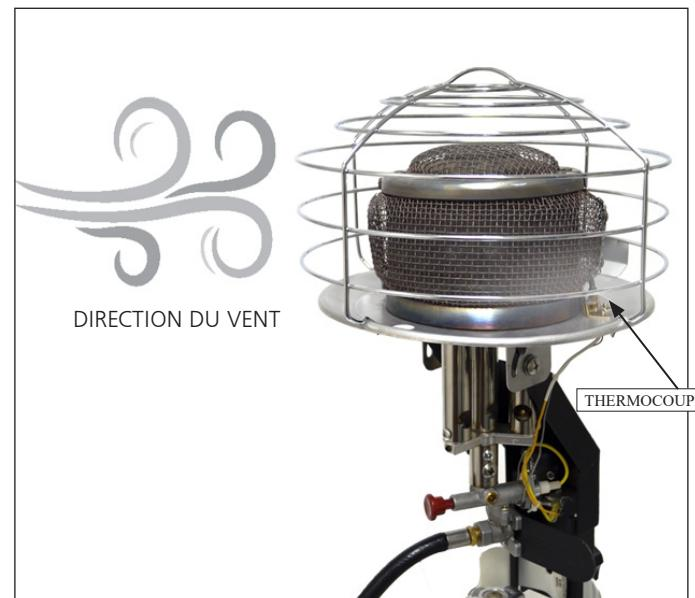

Figure 4
K. Pour performance optimale, positionnez le chauffage de sorte que le thermocouple est opposé à la direction du vent. Figure 4